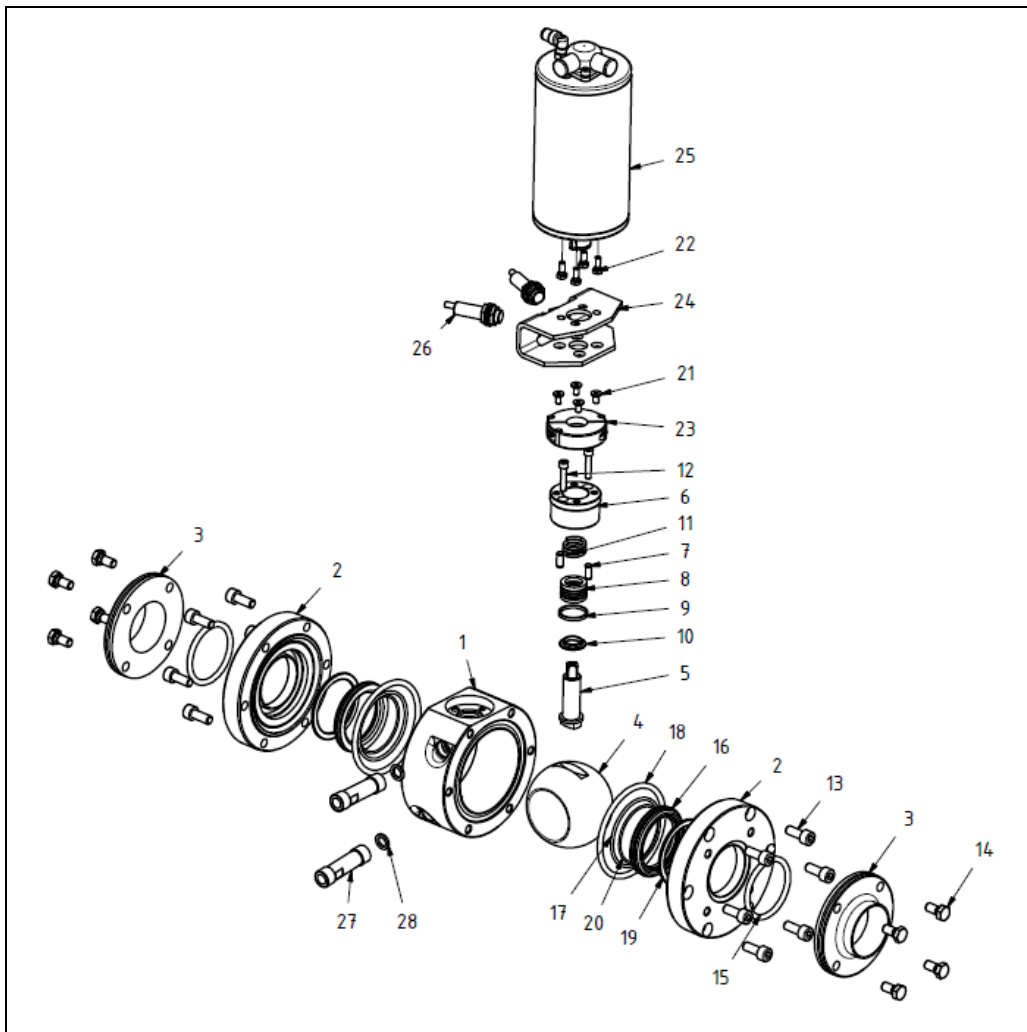

Abb. 6-7: Aufbau Kugelventil mit pneum. Antrieb
- Lösen Sie die Anschlussverschraubungen direkt am Kugelventil (Ausführung G/G, G/KM) oder die Sechskantschrauben (Abb. 6-7, Pos. 14) bei Ausführung ZFA- und DIN 11864-2. Bei der Ausführung S/S lösen Sie wenn möglich die im Strang zum Kugelventil nächstliegende Flanschverbindung. Lösen Sie alternativ die Sechskantschrauben (Abb. 6-7, Pos. 14).
- Lösen Sie je nach Ausführung die Nutmutter der Verschraubungen oder die Schrauben (Abb. 6-7, Pos. 14) bei ZFA, bei Schweißenden (Abb. 6-7, Pos. 13).
- Lösen Sie die Schrauben (Abb. 6-7, Pos. 14) bei Ausführung ZFA und entfernen Sie die Innenflansche.
- Drehen Sie die Kugel (Abb. 6-7, Pos. 4) in Stellung geschlossen.
- Entfernen Sie die PTFE-Dichtringe (Abb. 6-7, Pos. 16), die O-Ringe (Abb. 6-7, Pos. 17 und 18) und den Rechteckring (Abb. 6-7, Pos. 19).
- Ziehen Sie die Spindel (Abb. 6-7, Pos. 5) nach unten aus dem Gehäuse.
- Entfernen Sie das Gleitlager (Abb. 6-7, Pos. 10).
- Entfernen Sie das V-Dichtringsatz (Abb. 6-7, Pos. 8) und den Dichtring (Abb. 6-7, Pos. 9).
- Legen Sie die Stellschraube (Pos. 30) auf den Vierkant der Spindel (Abb. 6-7, Pos. 5) auf. Die Stellschraube muss dabei in die gleiche Richtung wie die Bohrung der Kugel (Abb. 6-7, Pos. 4) zeigen. Achten Sie beim Einbau der Stellschraube auf die Drehrichtung des Antriebs. Bei „Luft öffnend“ dreht er sich bei Blickrichtung auf den Vierkant nach rechts.
Ist ein pneumatischer Antrieb (Abb. 6-7, Pos. 25) „Luft öffnend“ und „Feder schließend“ im Einsatz, wird bei Ausfall der Druckluft die Kugel immer in die Stellung „geschlossen“ gedreht.
- Lösen Sie die Schrauben (Abb. 6-7, Pos. 22) leicht und drehen Sie den Antrieb so, dass in der Stellung „offen“ die Kugelbohrung fluchtet.